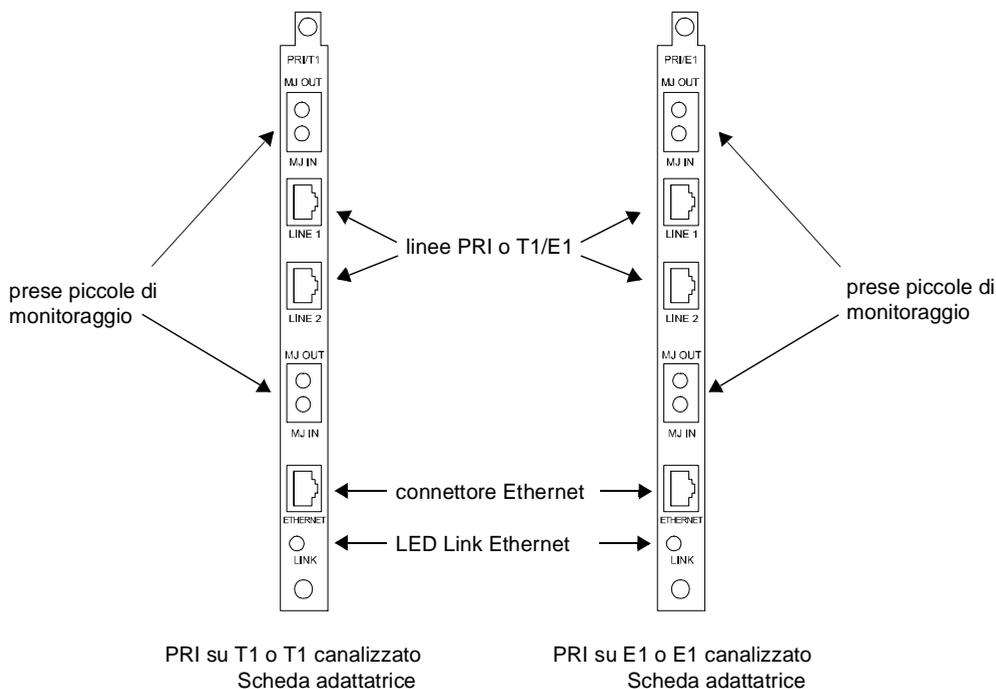
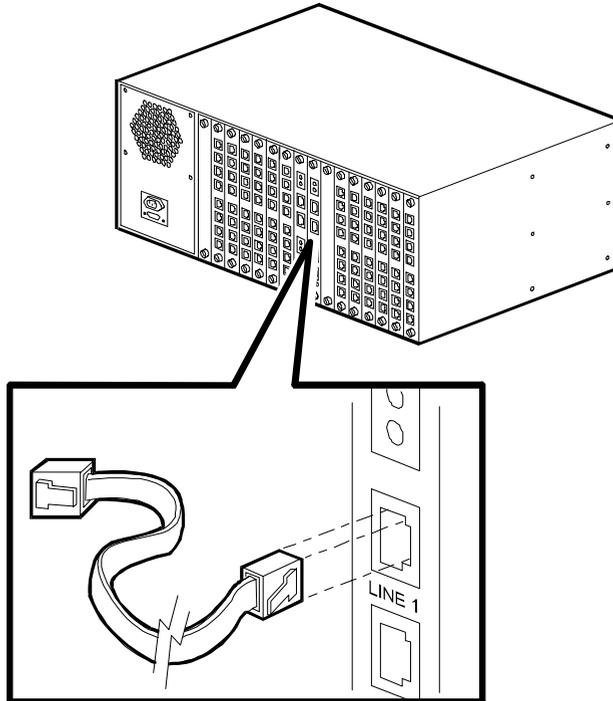

Figura 2-3. Schede adattatrici PRI
Figura 2-4. Collegamento dei cavi alla scheda adattatrice PRI
5. Collegare un cavo RJ48 alla presa RJ48 della linea 1 come mostrato in Figura 2-4. Collegare un secondo cavo RJ48 alla presa RJ48 della Linea 2. I connettori della scheda adattatrice PRI sono mostrati in Figura 2-3.